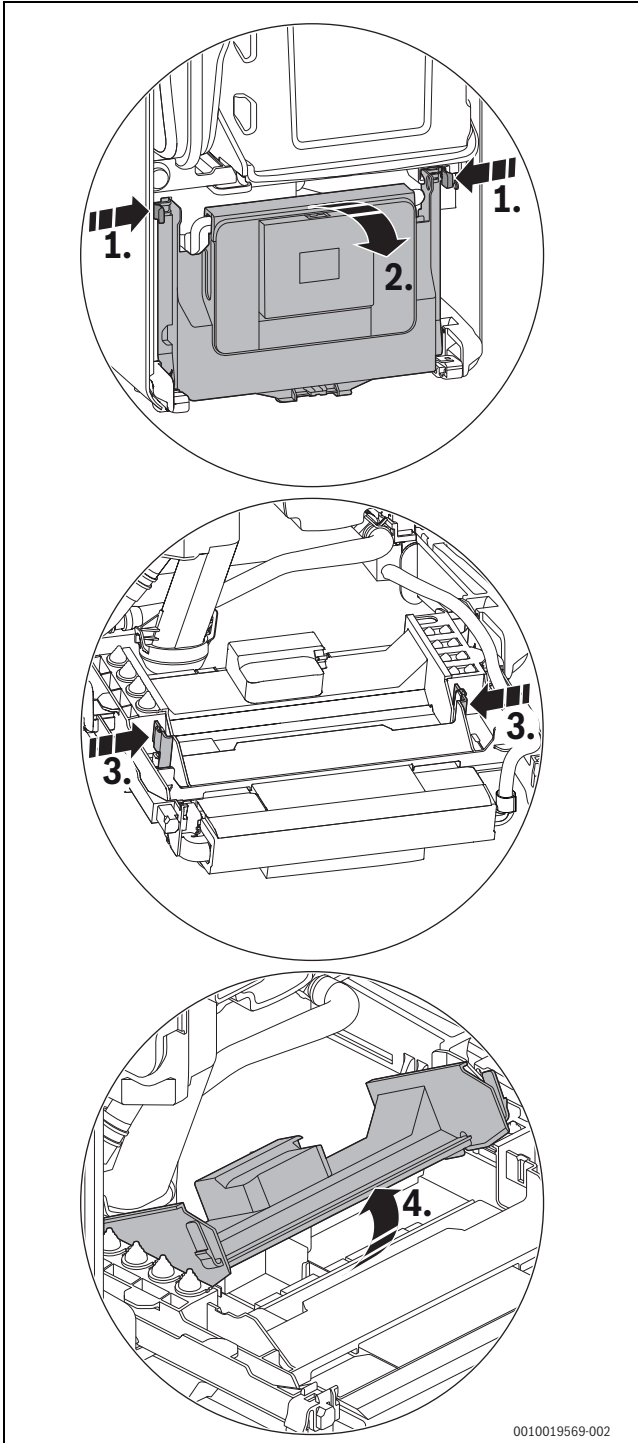

Bild 129 Abdeckung öffnen
► Steuergerät herunterklappen (→ Bild 129, Seite 63).